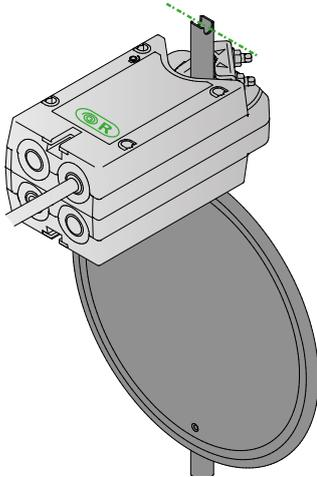

Abb. 9. Standardmontage (NC), Klappe geschlossen mit Überbrückung nach rechts.
Stellung von Klappenblatt und Sicherungsplatte, siehe Abb. 9 und 10.
1. Standardmontage des Klappenmotors (NC **ⓂR**) Klappenplatt montiert in geschlossener Stellung, siehe Abb. 9.